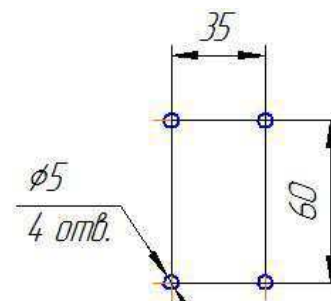

Рис.2
4.7 Схему расположения отверстий крепления на стене кронштейна поста газоразборного модели ПГК-10 см.рис.2.